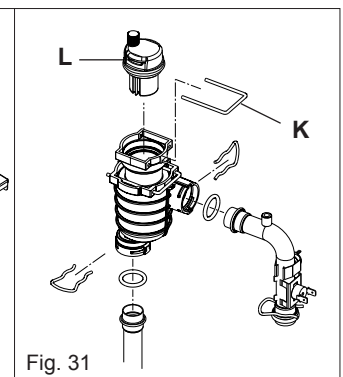

Fig. 31
6.7.1 TOP AUTOMATIC AIR RELEASE VALVE (fig. 31)